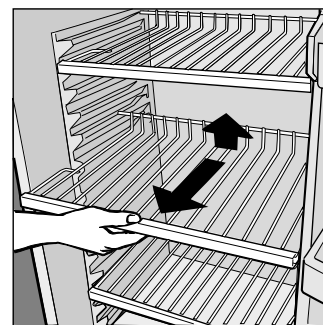

Fig. 1
- Køle-afdelingen er udrustet med praktiske udtrækkelige hylder, som kan højdereguleres med hjælp af de dertil egnede glidere (Fig. 1). På hylderne kan derfor anbringes store beholdere eller madvarer af ualmindelig størrelse.